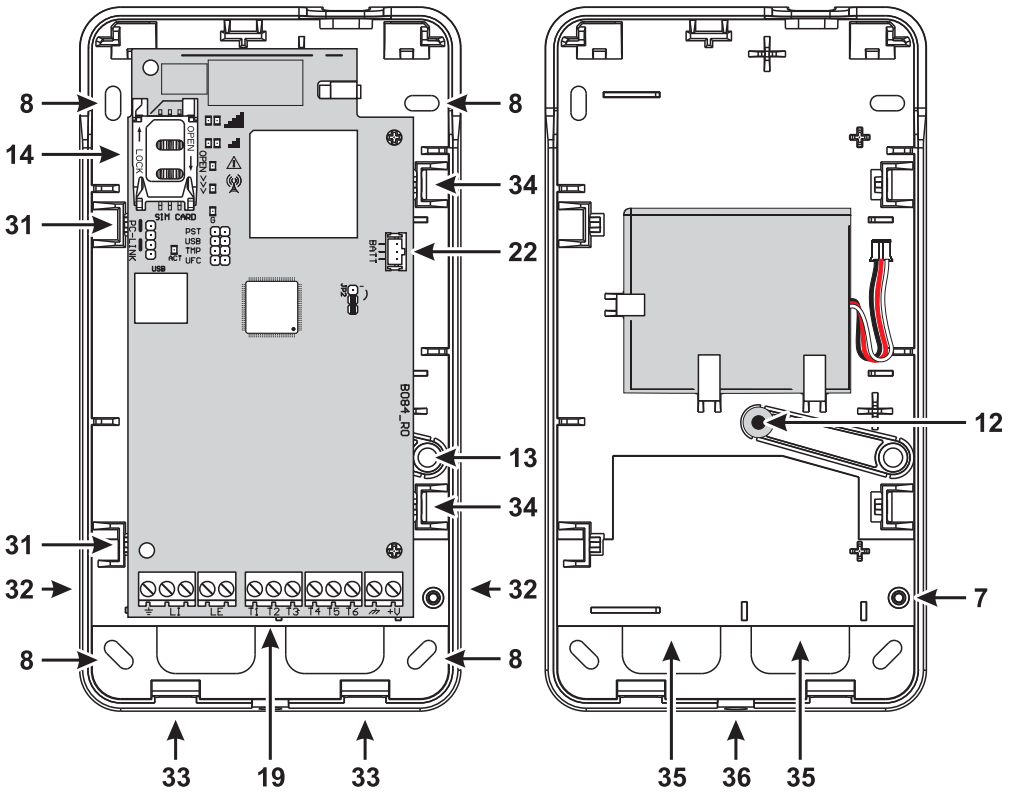

Abbildung 4 – Wahlgerät mit Gehäuse installieren.
Die Version mit Gehäuse muss mit Schrauben und Dübeln (nicht mitgeliefert), wie unten und in Abbildung 4 beschrieben, an der Wand montiert werden.
4. Setzen Sie die Batterie ein, wie in Abbildung 4 dargestellt.